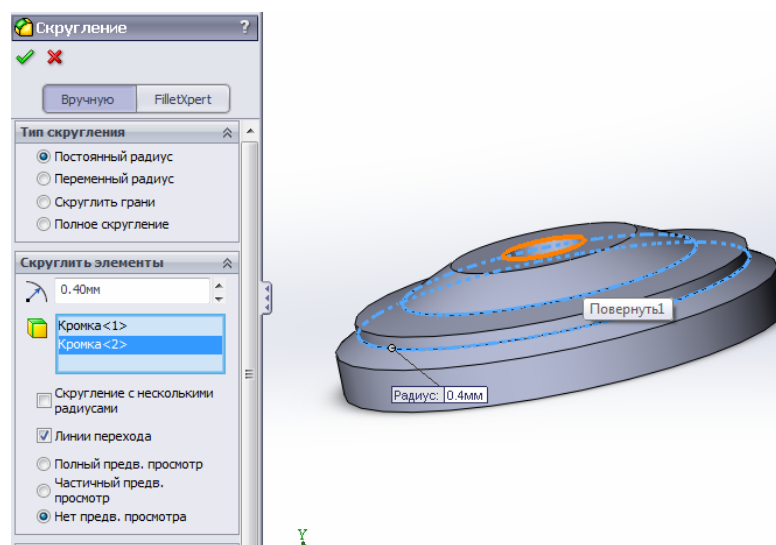

Рис.4. Виконання скруглень моделі
4. Скруглимо кромки за допомогою інструменту «СКРУГЛЕНИЕ  ». Радіус скруглення 0.4 мм, настройки скруглення – ПОСТОЯННЫЙ РАДИУС (CONSTANT RADIUS) (Рис.4)